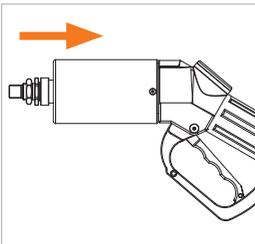

Abbildung 21
- ▶ Stecken Sie den WEH® Servicenippel bis zum Anschlag in die Füllkupplung ein und halten Sie die Kupplung in dieser Position (OFF-Stellung) (Abbildung 21).